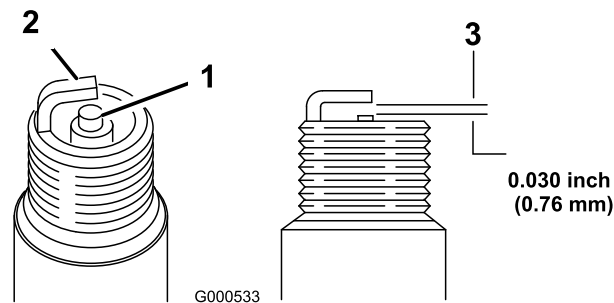

Figura 32
1. Mire la parte central de la bujía (Figura 32). Si se observa un color gris o marrón claro en el aislante, el motor está funcionando correctamente. Si el aislante aparece de color negro, significa que el limpiador de aire está sucio.
2. Compruebe la separación entre los electrodos central y lateral (Figura 32). Si la distancia no es correcta, doble el electrodo lateral (Figura 32).